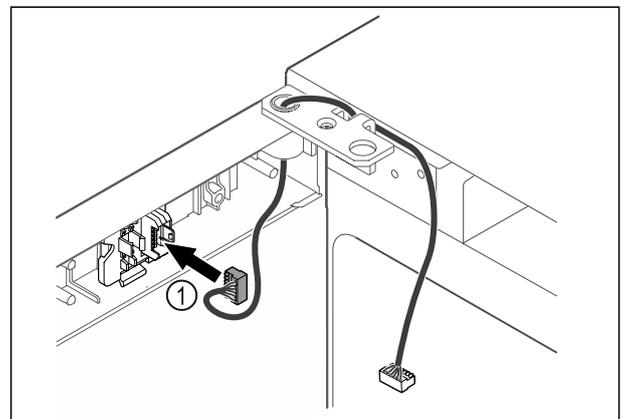

Fig. 64
- Inserire il connettore Fig. 64 (1) nel supporto connettori.